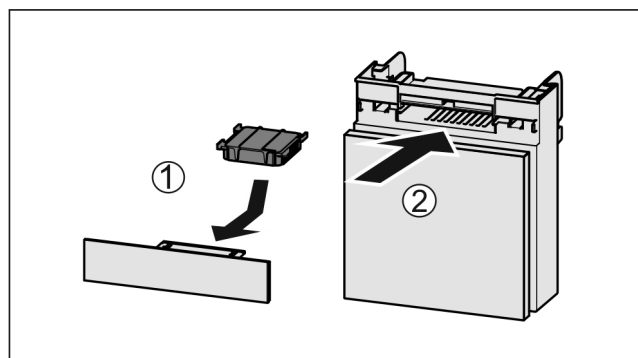

Fig. 120
- ▶ Anbring aktivkulfilteret som vis på billedet Fig. 120 (1).
- ▶ Skub rummet ind Fig. 120 (2).